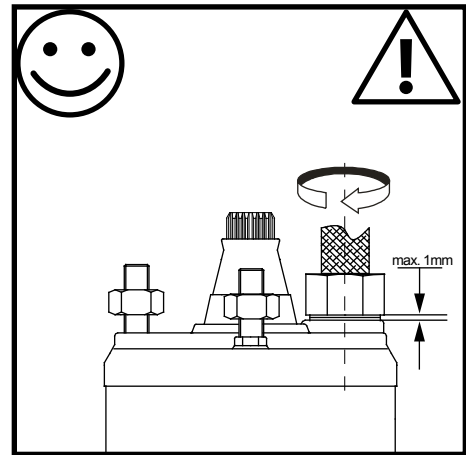

Fig.: 9
4. Introduzir a ficha na tomada até que a rosca se torne visível (fig. 9 / 10).